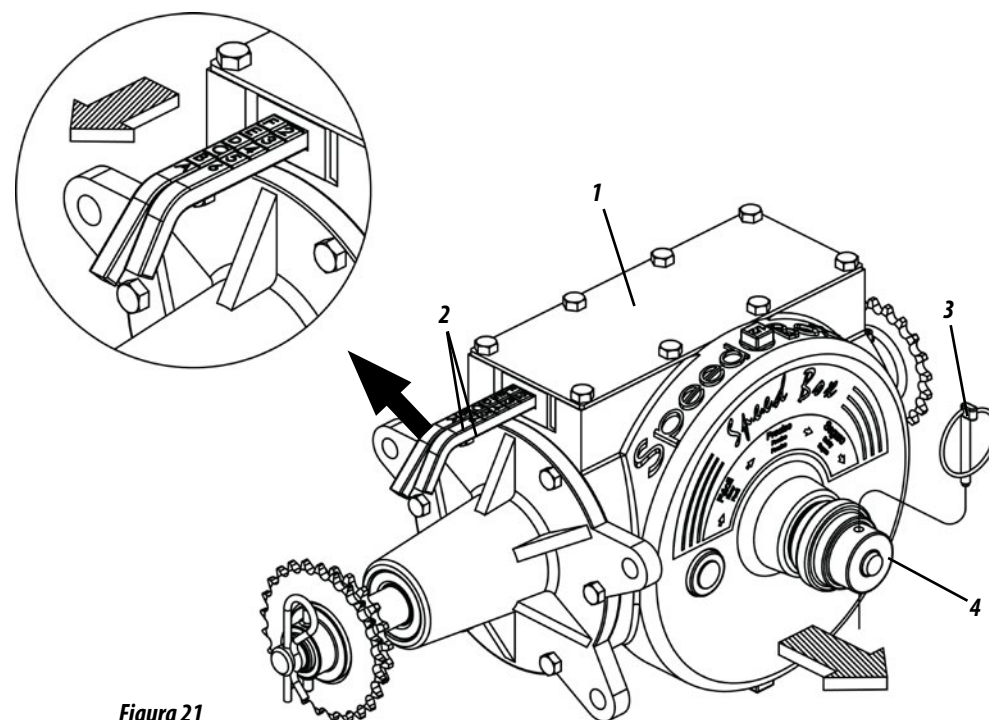

Figura 21
SPEED BOX (FIGURA 21)
- 1- Selecione a quantidade desejada nas tabelas e verifique a combinação correspondente nas alavancas (2). **Exemplo:** Posição **F2** na tabela, indica que a alavanca com letras deve estar na posição **"F"** e a alavanca com números deve estar na posição **"2"**, **conforme mostra a figura 21.**
- 2- Para movimentar as alavancas, retire a trava (3), puxe a manopla (4), em seguida, regule as alavancas conforme exemplo acima. Ao terminar a combinação, retorne a manopla (4) e recoloca a trava (3).